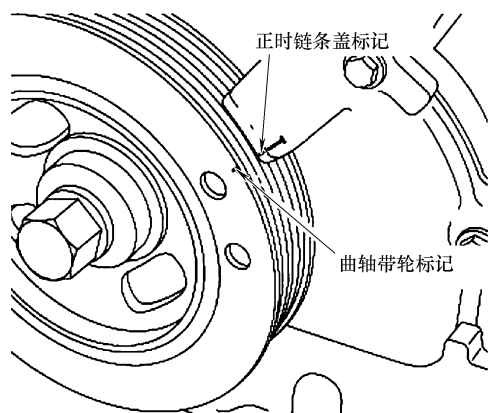

图 19-34 对齐标记
- 13) 安装曲轴带轮，使曲轴带轮上的标记与正时链条盖上的标记对齐，如图 19-34 所示。